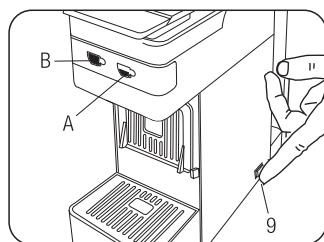

Fig.4
- Allumer la machine en actionnant l'interrupteur principal (9) (**Fig.4**)
- Les touches (A) et (B) commenceront à clignoter; après environ une minute, elles s'allument en mode fixe et la machine est prête à l'emploi (**Fig.4**)